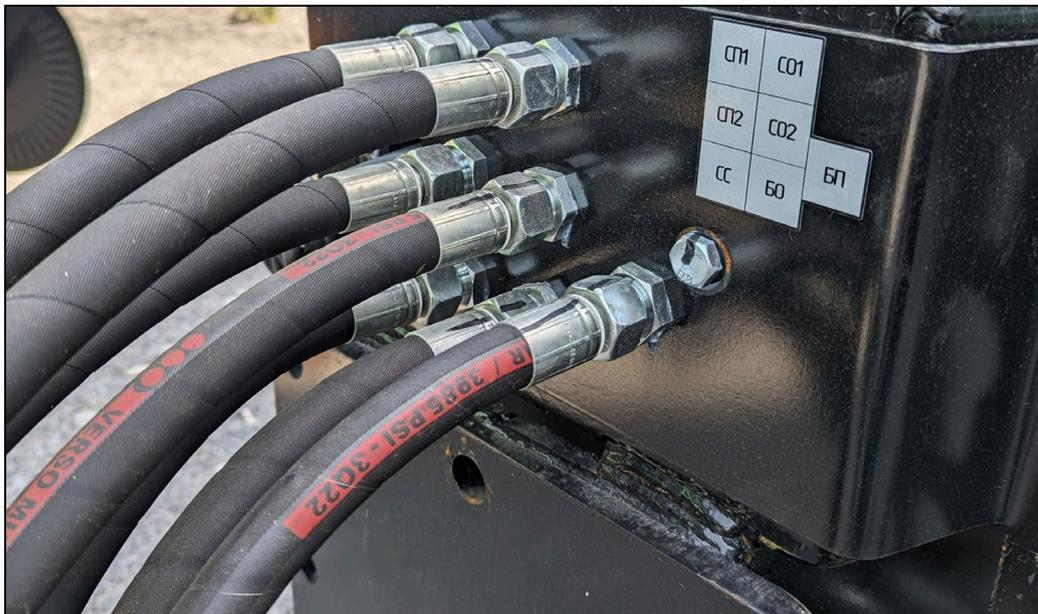

Рисунок 43 – Обозначение РВД
- Соедините РВД линии турбины и загрузочного шнека с разъемом гидрораспределителя **регулируемой секции трактора**. Разъемы БП, БО и СС (БП – бункер подача БО – бункер обратка СС – свободный слив (дренаж)), рис. 43.